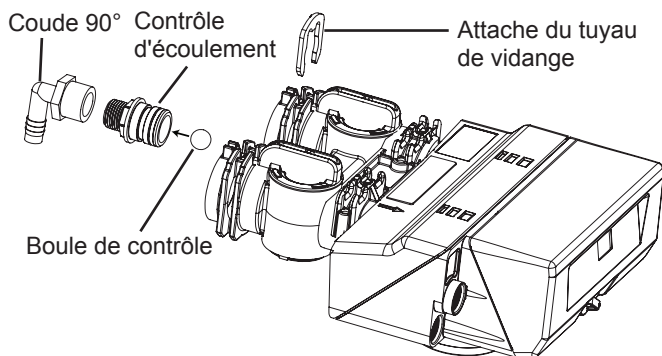

Figure 6
**IMPORTANT : La vanne de dérivation est expédiée en position de dérivation (Figure 6 Opération de dérivation). Quand la vanne est en dérivation, l'eau ne pénètre pas dans le réservoir d'adoucissement. L'eau de l'immeuble ne sera pas traitée. La figure 6, Opération de dérivation, montre les poignées en position de service.**
Après avoir choisi l'emplacement, vérifiez le sens de l'écoulement d'eau dans le tuyau principal. La figure 6, opération de dérivation, peut servir à établir le plan du nouvel assemblage de plomberie.